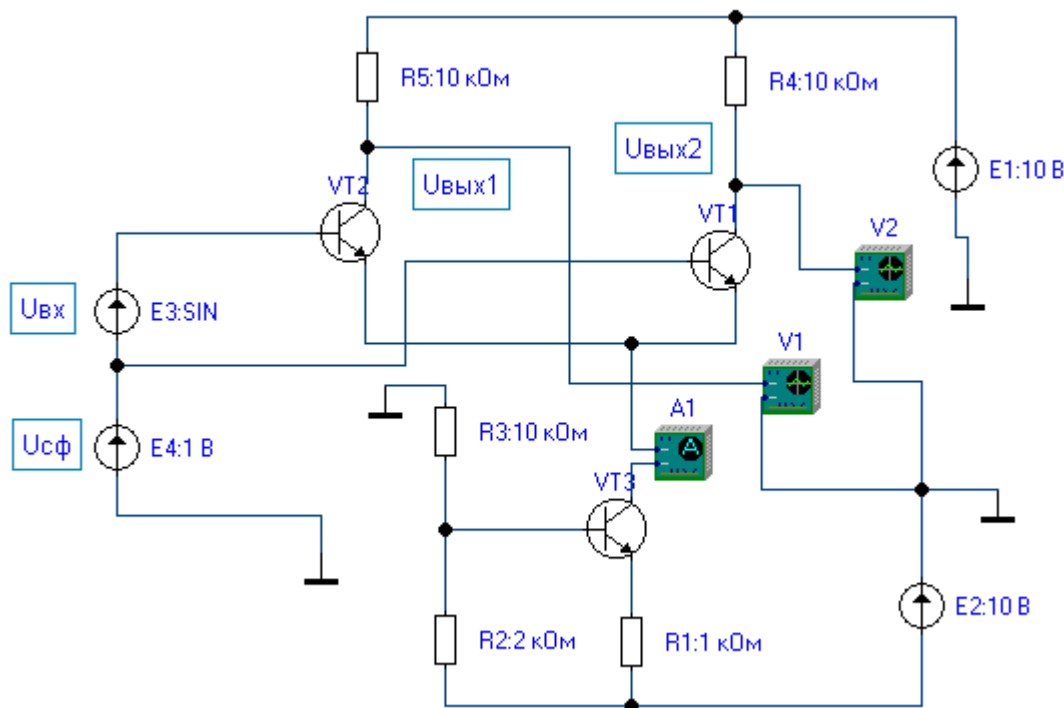

Рисунок 6.5 – Дифференциальный усилитель
6.5 Собрать схему дифференциального усилителя (рис. 6.5). Какую функцию выполняет транзистор VT3? Рассчитать величину суммарного тока эмиттеров VT1 и VT2 и сравнить с экспериментальным значением, фиксируемым амперметром А. Напряжение на эмиттерном переходе VT3 полагать равным 750 мВ.